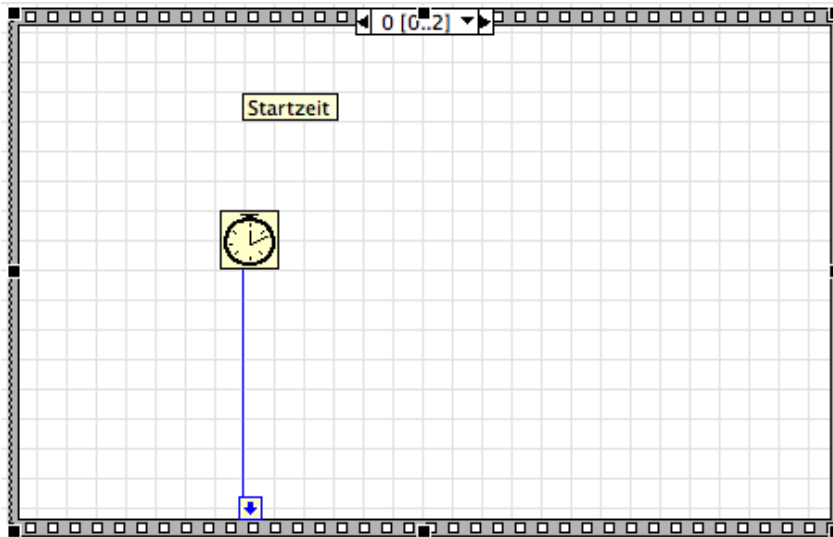

ABB.4.9
- ▷ Wähle eine *Stacked Sequence Structure*. Füge in den 1. Rahmen ein *Tick Count (ms)* ein und klicke auf den Rahmen mit der rechten Maustaste und erzeuge ein *Add Sequence Local*. vgl. Abb. 4.9